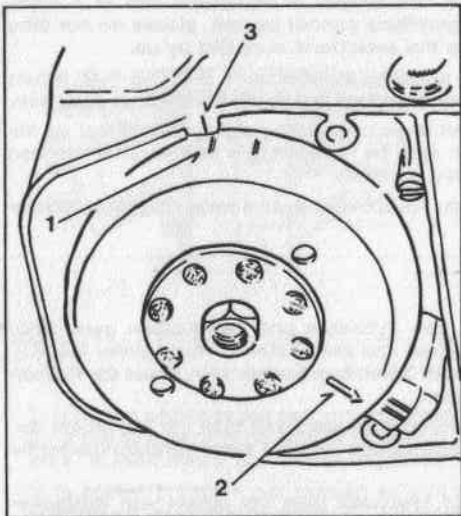

Fig. 5 - Volano magnete
- e) Controllare a questo punto che la freccia 2 (fig. 5) capiti in mezzo alle due righe riportate sul captatore.
Nel caso che, una volta effettuata l'operazione la freccia 2 (Fig. 5) non coincida al centro delle righe riportate sul captatore procedere ad una nuova messa in fase nel seguente modo:
- d) Fare coincidere la tacca 1 (Fig. 5) sull'induttore con la tacca 3 (Fig. 5) riportata sul carter motore;
- e) Fare ruotare lo statore in modo da fare coincidere la freccia 2 (Fig. 5) riportata sull'induttore al centro delle due righe riportate sul captatore;